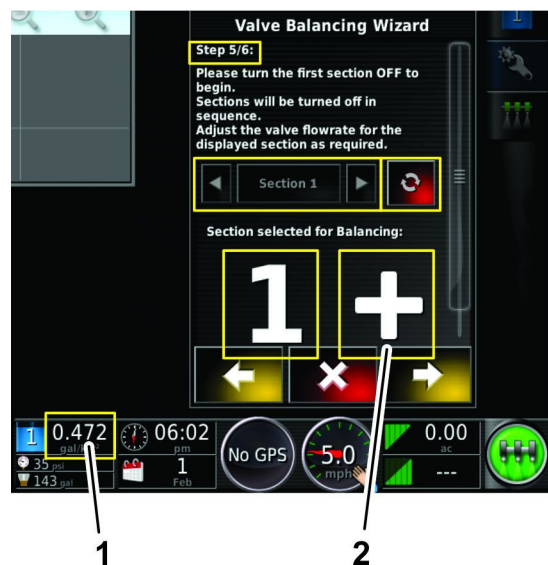

Figura 57
- Il volume di applicazione della valvola di sezione è troppo basso (Figura 57).